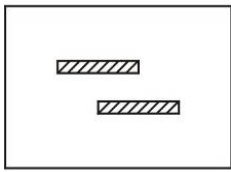
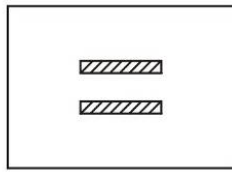
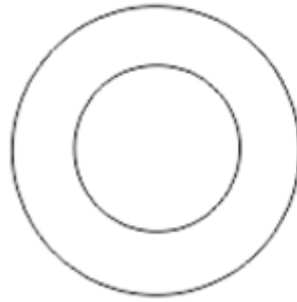

Fig.52
Fig.53
Fig.54
(1) Foria orizzontale
Se il paziente non ha presbiopia, impostare i risultati della foria testata nel punto più lontano dell'apertura. Se il paziente ha la presbiopia, metti i risultati sul test del punto vicino. Imposta la scheda del punto vicino a 40 cm e ruota la manopola dell'obiettivo ausiliario ②① per impostare l'occhio destro a  $6\Delta U$  in modo che le righe delle lettere siano completamente separate. Se il paziente ha una foria orizzontale, sarà mostrato come Fig.52. Girare il prisma rotante ①② all'altro occhio, con 0 scala verso l'alto. (vedi Fig.54) Ruotare la manopola di rotazione del prisma ①① in modo che non ci sia differenza tra gli occhi sinistro e destro e, in questo momento, la scala del prisma rotante indica la potenza del prisma (vedi fig.53).